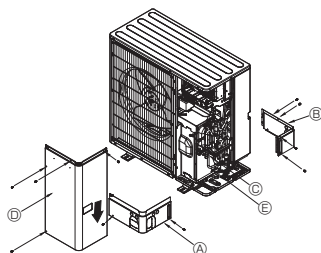

Fig. 5-3
5.3. Chladivové potrubie (Fig. 5-3)